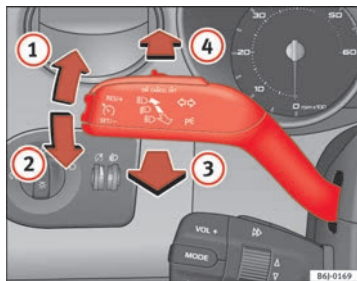

Fig. 58 Palanca de intermitentes y de luz de carretera
- Desplace la palanca hacia arriba hasta el tope ⇒ fig. 58 ① para encender el intermitente **derecho** o bien hacia abajo ②, para encender el intermitente **izquierdo**.
- Desplace la palanca hacia adelante ⇒ fig. 58 ④ para encender la luz de carretera.